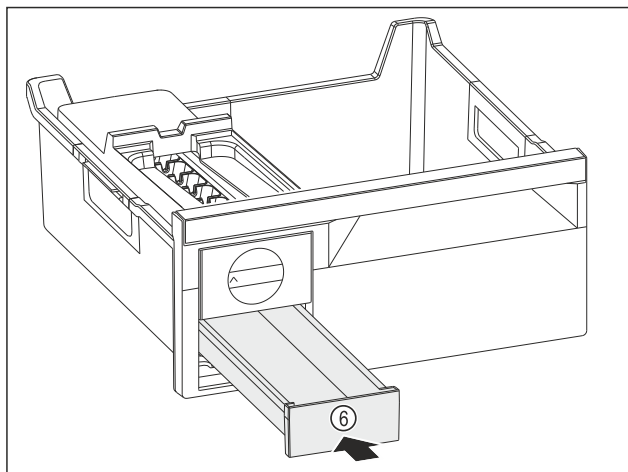

Fig. 81
- ▶ Ijsblokjesvak Fig. 81 (6) inschuiven.